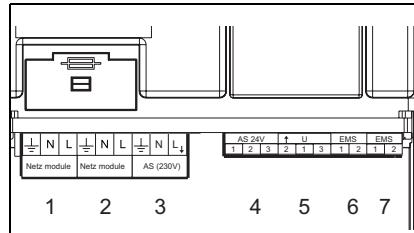
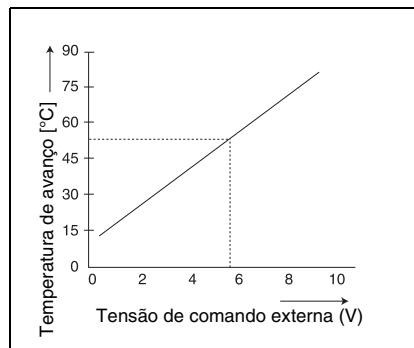

Fig. 2 Ligações
Fig. 3 Diagrama 0 - 10V
- a) A ligação AS 24V (fig. 2, pos. 4), trata-se aqui de um contacto de comutação sem potencial para sinais de baixa tensão até 24 V. Este sinal de avaria pode, por exemplo, ser lido pelo sistema de gestão de um edifício.
- b) A ligação AS 230V (fig. 2, pos. 3), com esta pode, por exemplo, ser comandada uma buzina ou uma lâmpada de alarme. Em caso de avaria, esta ligação encontra-se sob uma tensão de 230 VAC.
Com a ajuda de um sinal 0-10 VDC (fig. 2, pos. 5) é possível um comando de acordo com a temperatura de avanço ou a potência (fig. 3).
Ver fig. 2, pos. 5 e o esquema eléctrico na pág. 47.